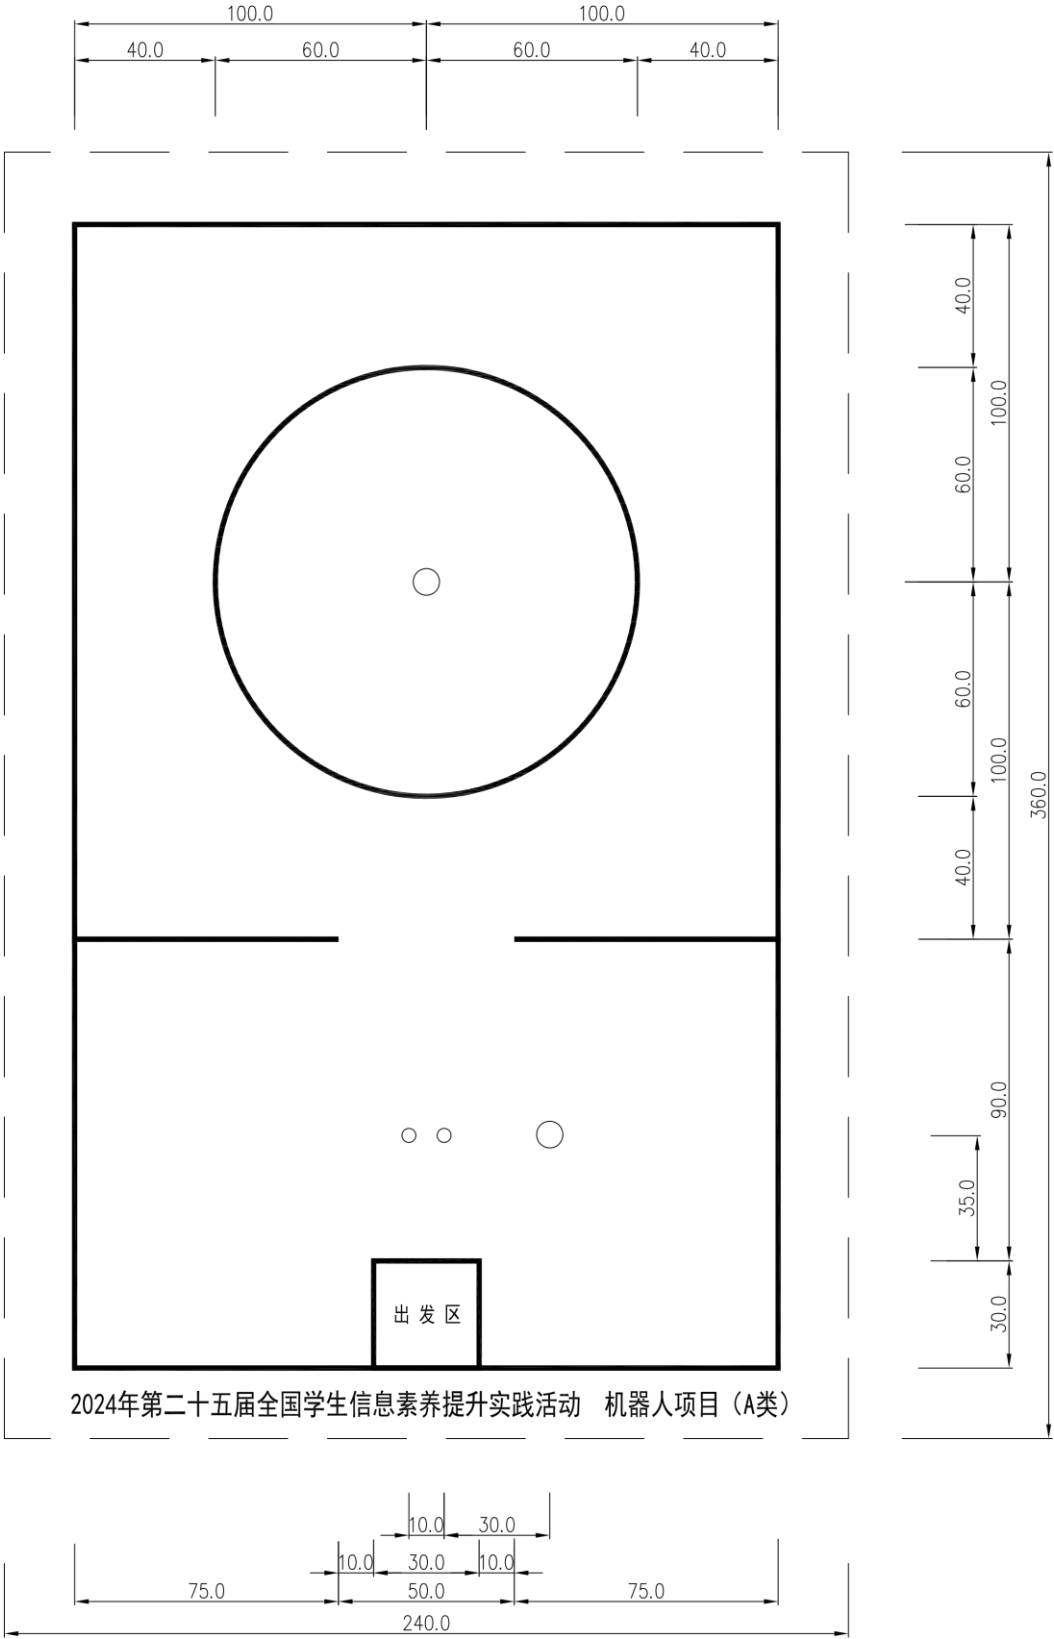

图 1 场地俯视示意图
1.1 场地为尺寸大小约320cm×200cm的550#黑底喷绘布喷绘（以现场提供为准），如图1所示。
拣物品被摆放在任务区（如图 1 所示），具体位置以现场公布为准。
3.2 基本任务区与挑战任务区分别放置一个物品收纳桶，其位置如图 1 所示，外观颜色为红色（参考色值为 C0 M100 Y100 K0）。